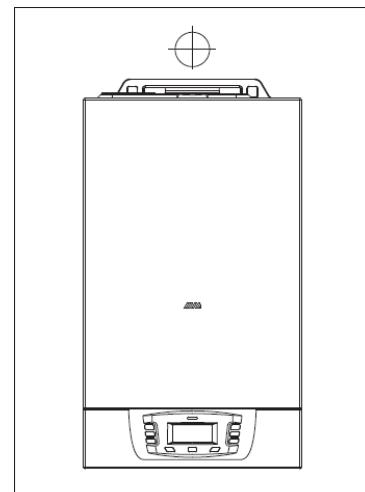

Рис. 9
- e) далее котел навесьте на подвесную панель (рис. 9)